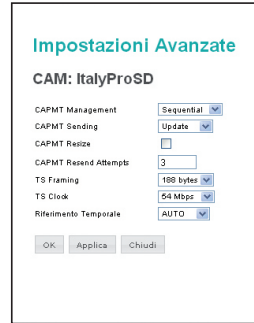

Fig. 7
- **IMPOSTAZIONI AVANZATE:** permette di modificare le impostazioni avanzate del modulo CAM (vedi fig. 7)